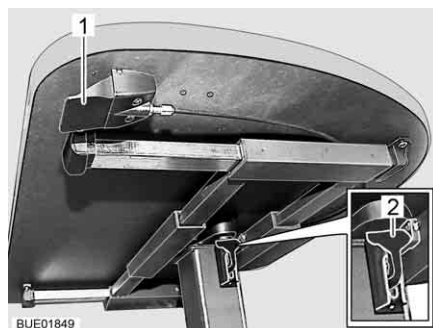

Fig. 113 Réglage table à hauteur réglable
- Rabattre le levier de verrouillage (Fig. 113,2) vers le bas.
- Faire pivoter le levier (Fig. 113,1) situé sous le plateau de table vers le haut. Le mécanisme de réglage de hauteur se trouvant dans le pied de table est déverrouillé.
- Faire pivoter le levier (Fig. 113,1) situé sous le plateau de table vers le haut. Le plateau de table s'élève alors automatiquement jusqu'à la butée de fin de course.